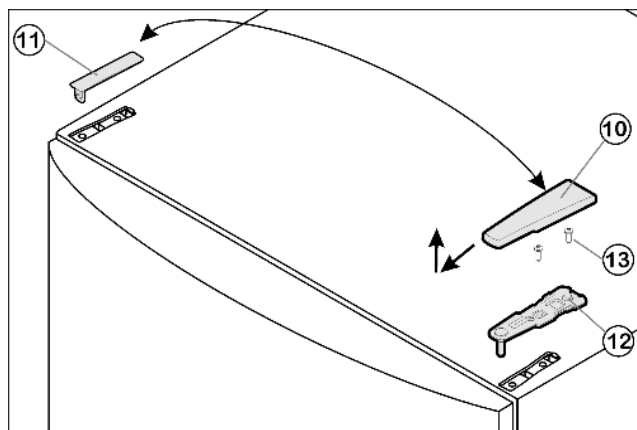

Fig. 4
- ▶ Wyjąć osłonę Fig. 4 (10) do przodu i do góry.
- ▶ Podnieść osłonę Fig. 4 (11).
- ▶ Odkręcić górną płytkę zawiasu Fig. 4 (12)(2 x Torx 25) Fig. 4 (13) i wyjąć ją do góry.
- ▶ Włożyć w drzwi górną płytkę zawiasu Fig. 4 (12) po nowej stronie zawiasów.
- ▶ Przykręcić górną płytkę zawiasu Fig. 4 (12)(2 x Torx 25) Fig. 4 (13). Ewentualnie nakłuć otwory pod śruby lub użyć wkrętarki akumulatorowej.
- ▶ Zażębić osłonę Fig. 4 (10) i osłonę Fig. 4 (11) odpowiednio po przeciwległej stronie.